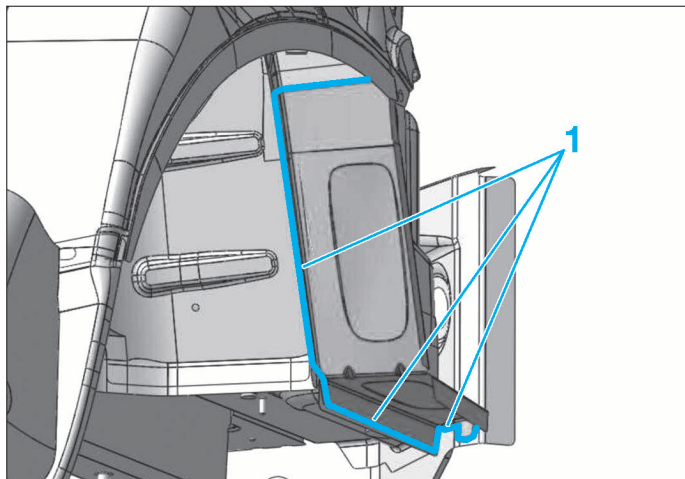

FIG. 118
- Appliquer un mastic sur la ligne (1) (Fig.118).